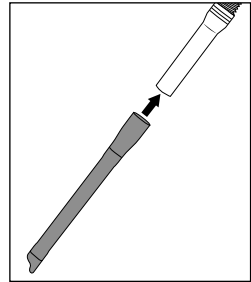

Fig. 11
- ◆ Encaixe o bocal para frestas 22 na mangueira de aspiração 23 para aspirar, p. ex., cantos ou frestas (ver fig. 11).